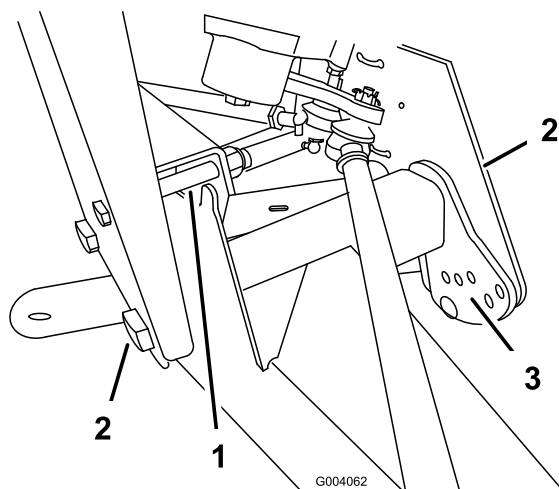

Figura 42
2. Retire o parafuso de limitação de curso (Figura 42).
3. Solte os parafusos de centragem que se encontram no braço A dianteiro (Figura 42).
4. Retire a cavilha de ajuste da altura (Figura 42).
5. Rode o braço A dianteiro para a posição desejada (consulte a nota abaixo) e substitua o parafuso de ajuste da altura do chassis (Figura 42).
7. Substitua o parafuso de limitação de curso (Figura 42).